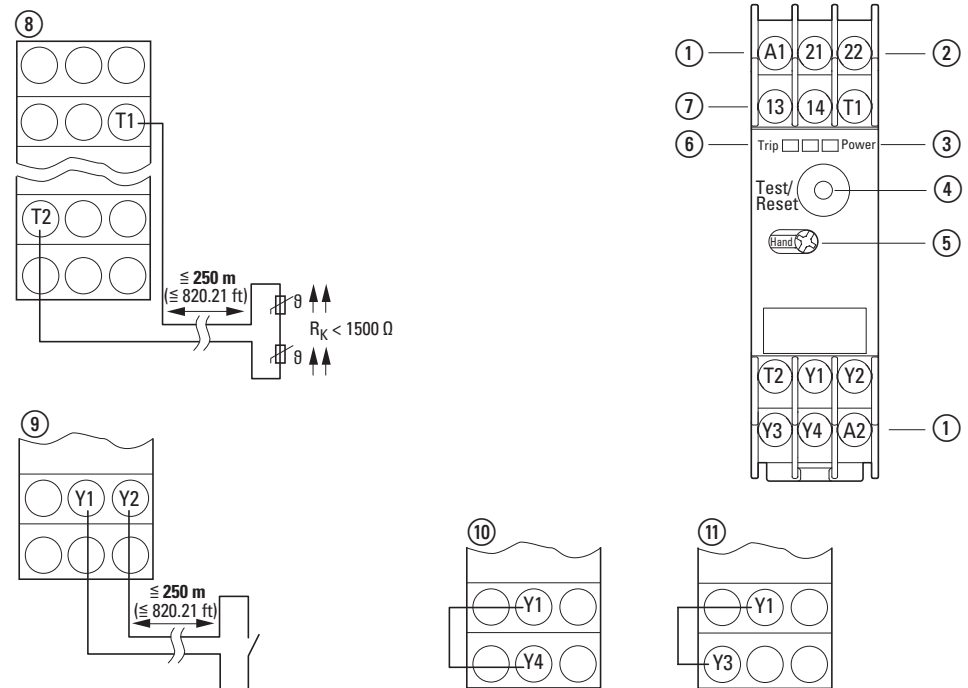

Abbildung 6: Anschlussklemmen EMT6...
Die Kurzschlussüberwachung des Geräts EMT6-DBK kann durch eine Drahtbrücke zwischen Y1-Y3 ausgeschaltet werden (→ Abbildung 6, Seite 17).
Die Geräte EMT6, EMT62, EMT6-K und EMT6(230V) sind fest auf den Modus „automatischer Reset“ eingestellt. Bei den Geräten EMT6-DB, EMT6-DB(230V), EMT6-KDB und EMT6-DBK kann der automatische Reset gewählt werden. Hierzu wird der Wahlschalter (→ Abbildung 6, Seite 17, Legende ⑤) auf „AUTO“ gestellt.
Hierzu wird der Wahlschalter (→ Abbildung 6, Seite 17, Legende ⑤) auf HAND gestellt.
Die Nullspannungssicherheit kann durch eine Brücke zwischen Y1 und Y4 abgeschaltet werden (→ Abbildung 6, Seite 17).
Die Kurzschlussüberwachung kann durch eine Brücke zwischen Y1 und Y3 abgeschaltet werden (→ Abbildung 6, Seite 17).